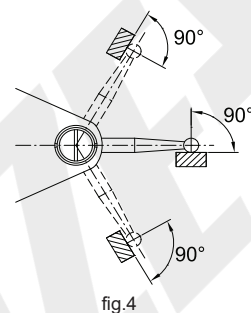
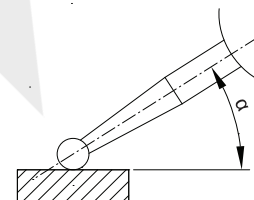

fig.4
fig.5
2. Durante la medición, los palpadores deben estar verticales a la dirección de medición (fig. 4). Cuando el palpador esté en ángulo con la dirección de medición (fig.5), deberá efectuarse la siguiente corrección.